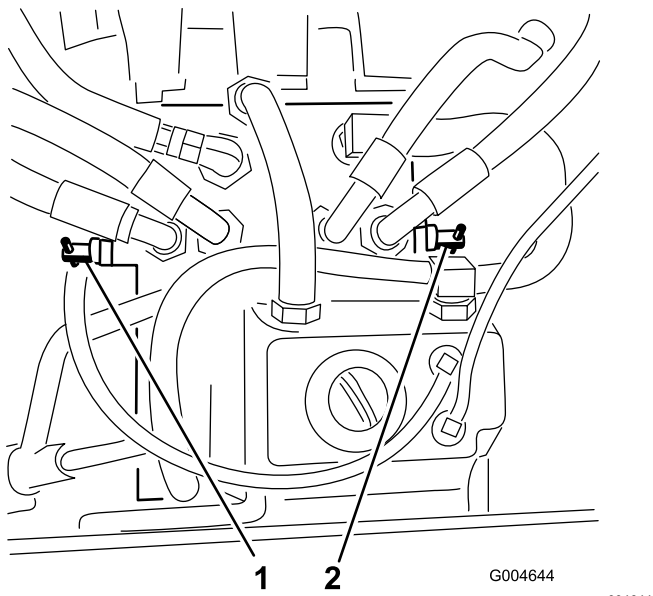

Figure 65
2. Localisez les vannes de dérivation (Figure 65) et tournez-les d'un tour dans le sens antihoraire.
4. Fermez les vannes en les tournant d'un tour dans le sens horaire (Figure 65).